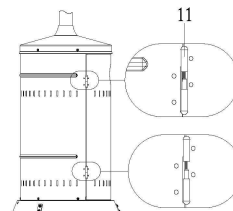

Abb. 2
Befestigen Sie den inneren Gashahn (16) am Hauptbrenner (Siehe Abb. 2). Befestigen Sie nun den Hauptbrenner an der Stange mit 3 Schrauben M5*12 und 3 Unterlegscheiben. (Detail Abb. E)